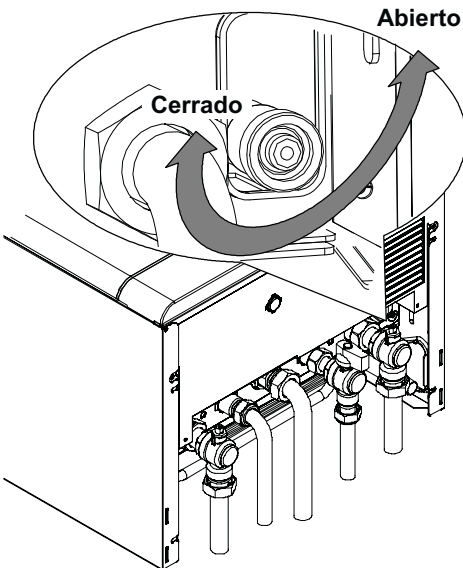

Fig. 9.4
- Abra el grifo de vaciado de la caldera indicado en la *Fig. 9.4*.